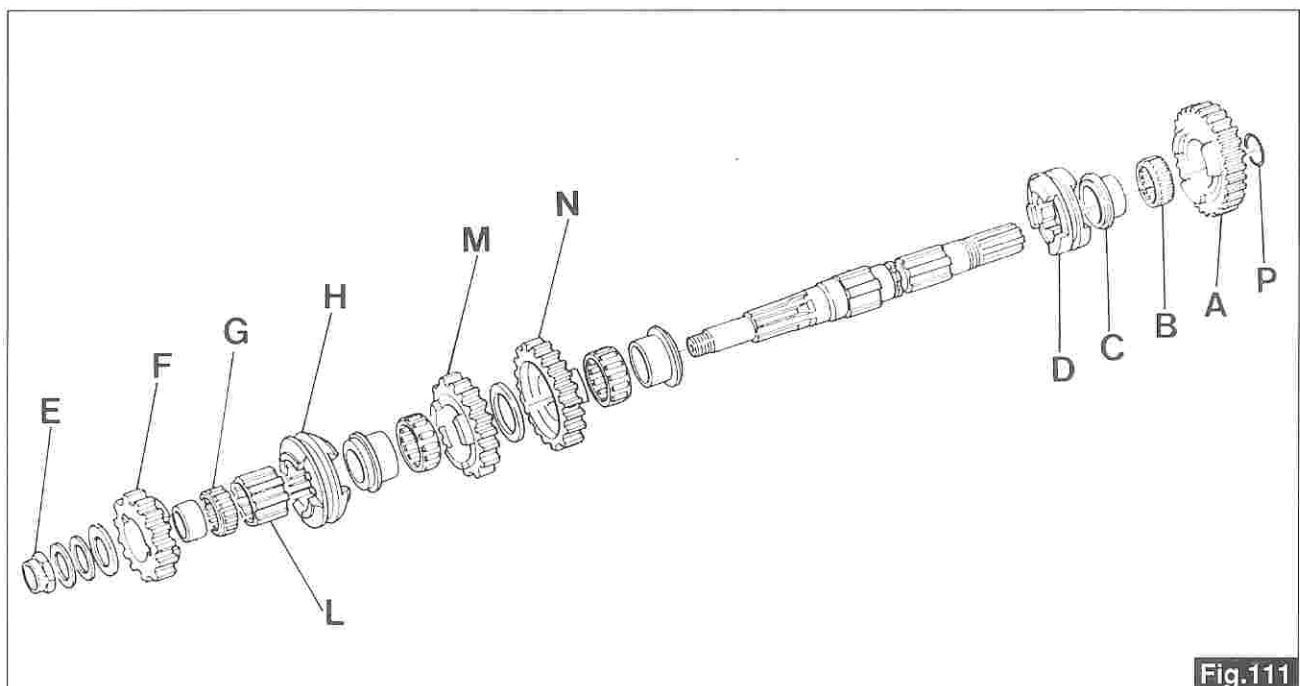

Fig.111
Smontaggio albero secondario (fig. 111)
Layshaft disassembly (fig. 111)
- montare sul lato 4^a velocità la rosetta di spallamento, quindi le rosette di aggiustaggio fino a che tra le rosette di aggiustaggio e l'ingranaggio 5^a velocità si raggiunga la quota prestabilita di mm 144,7÷145,2. (Per la misura togliere l'anello OR tra ingranaggio 1^a e 5^a velocità) («P» di fig.111);
- fit the shoulder washer on 4th speed side, or the adjusting washers, until the distance between the adjusting washers and the 5th speed gear reaches a preset distance of 144.7÷145.2 mm. (in order to carry out this measurement remove the OR ring between the 1st gear and the 5th speed) («P» in fig.111);